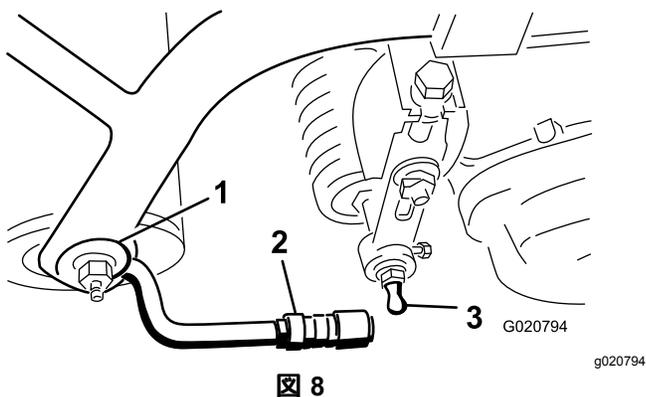

図 8
3. スリーブをボールジョイントの位置まで引き戻し、レシーバーをカッティングユニットのボールスタッドに引っ掛ける。スリーブから手を離すとスタッドとジョイントが結合・ロックする図 8。